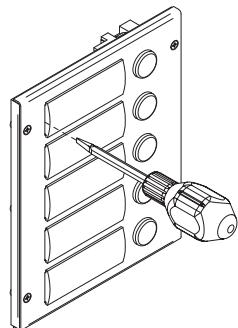

Fig. 13
- Insérer un tournevis plat dans la fente spécifique du porte-étiquette comme illustré sur la **Fig. 13** ;